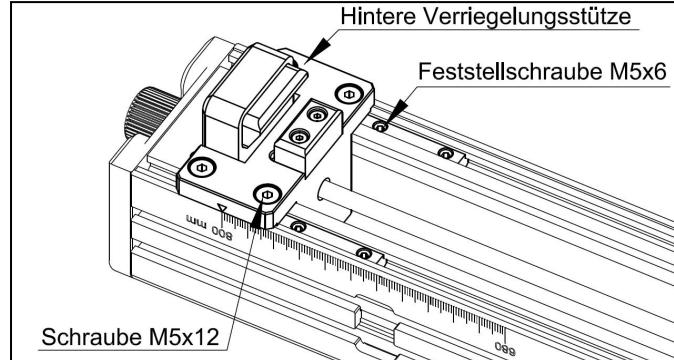

Abb. 6-16
- (1) Wie in Abbildung 6-16 gezeigt, drehen Sie die Anschlagmontage (C) um und lösen Sie die vier M5x12-Schrauben an der hinteren Verriegelungsstütze sowie die vier M5x6-Setschrauben, wie angegeben.
- (2) Verschieben Sie die hintere Verriegelungsstütze, bis der Zeiger mit der richtigen Skala übereinstimmt, die die Tischbreite angibt, und ziehen Sie dann die zuvor gelockerten Schrauben fest.